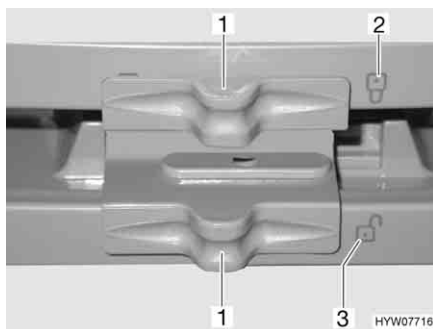

Fig. 223 Dispositivo de bloqueio da porta do frigorífico/do compartimento congelador (Dometic da série 7 com compartimento congelador separado)
- Desloque para o lado o dispositivo de bloqueio (Fig. 223,1) de modo a deixar visível a fechadura aberta "🔓" (Fig. 223,3).
- Desloque para o lado o dispositivo de bloqueio (Fig. 223,1) de modo a deixar visível a fechadura fechada "🔒" (Fig. 223,2).